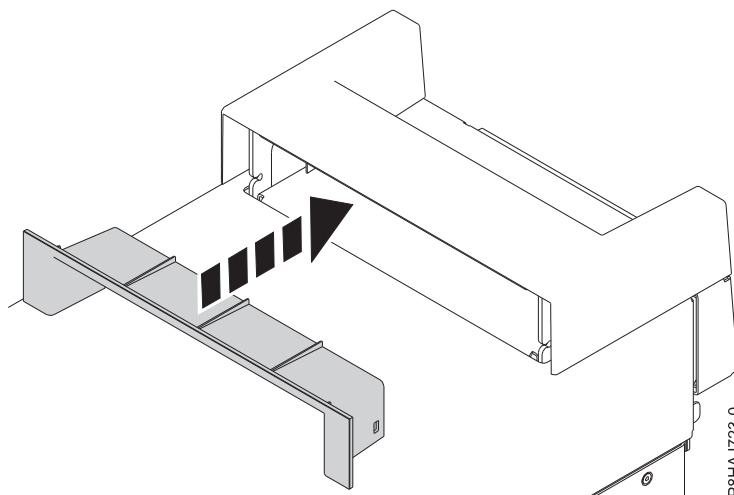

Figura 107. Inserción de la pieza en la tapa de asa en un sistema 8286-41A autónomo
2. Inserte la pieza en la tapa de asa presionándola con firmeza, tal como se muestra en la Figura 107.